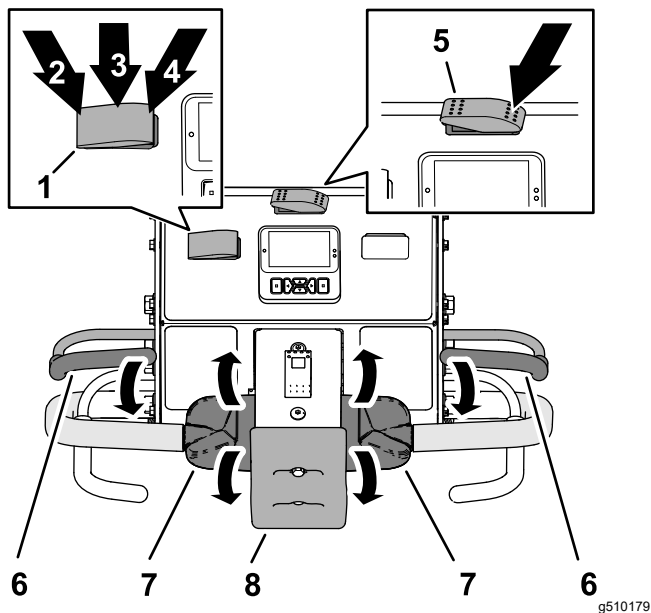

Figura 74
- Pulse el interruptor de transporte/aireación hasta la posición de TRANSPORTE (Figura 74).